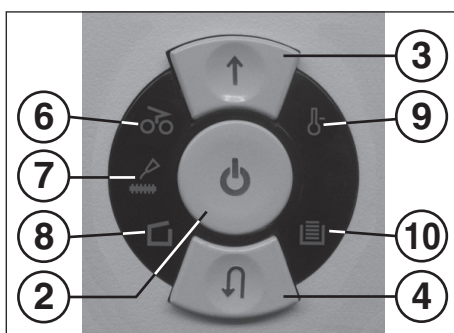

fig. 1
- 3 = Touche de marche avant (fig. 1)
- 4 = Touche de marche arrière (fig. 1)
- 6 = Voyant de contrôle (fig. 1)
- 7 = Voyant de contrôle (fig. 1)
- 8 = Voyant de contrôle (fig. 1)